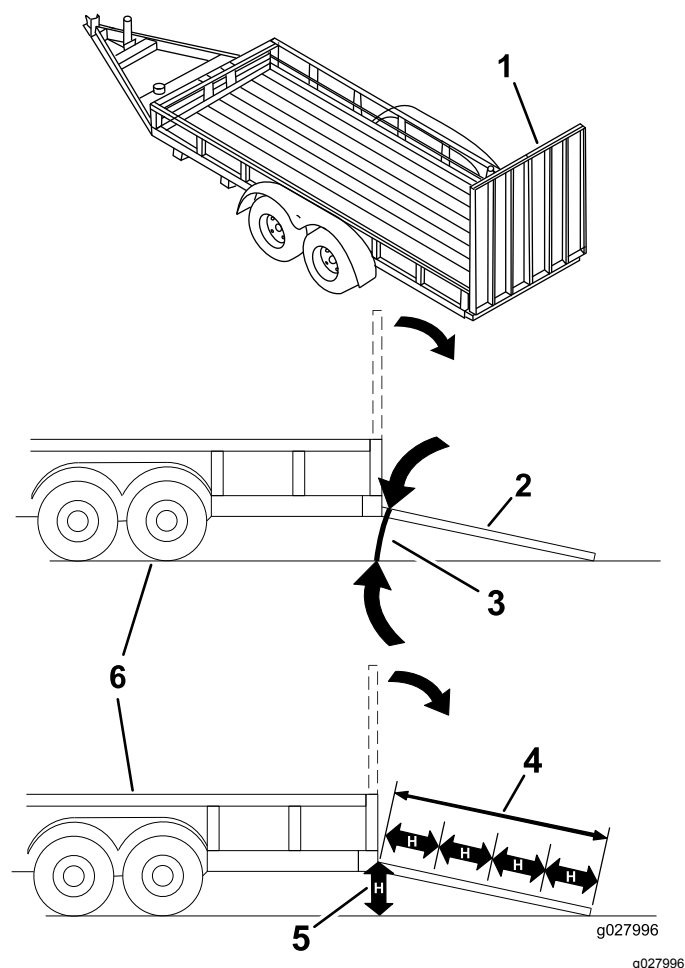

Figura 32
Colocar uma máquina num atrelado ou camião aumenta a possibilidade de capotamento e pode provocar graves ferimentos ou morte (Figura 32).
3. Baixe a rampa, certificando-se de que o ângulo entre a rampa e o solo não é superior a 15 graus (Figura 32).
1. Baixe a rampa, certificando-se de que o ângulo entre a rampa e o solo não é superior a 15 graus (Figura 32).